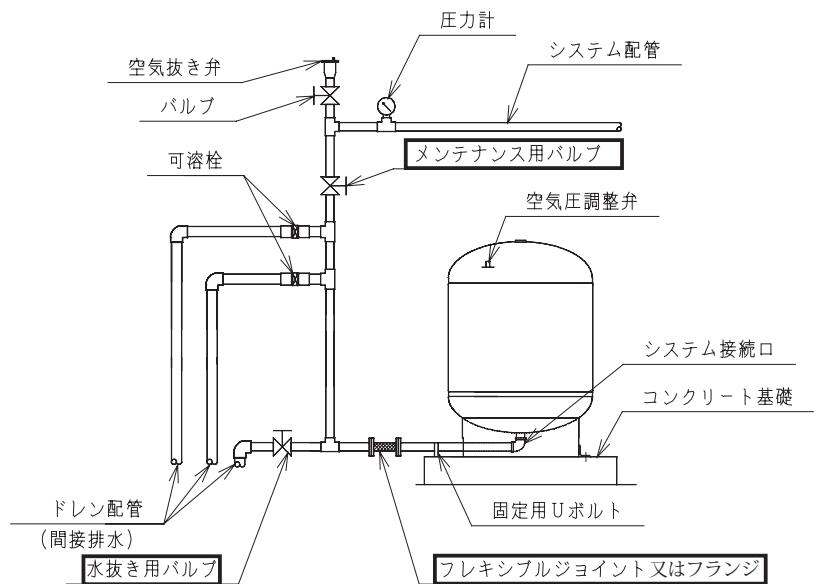
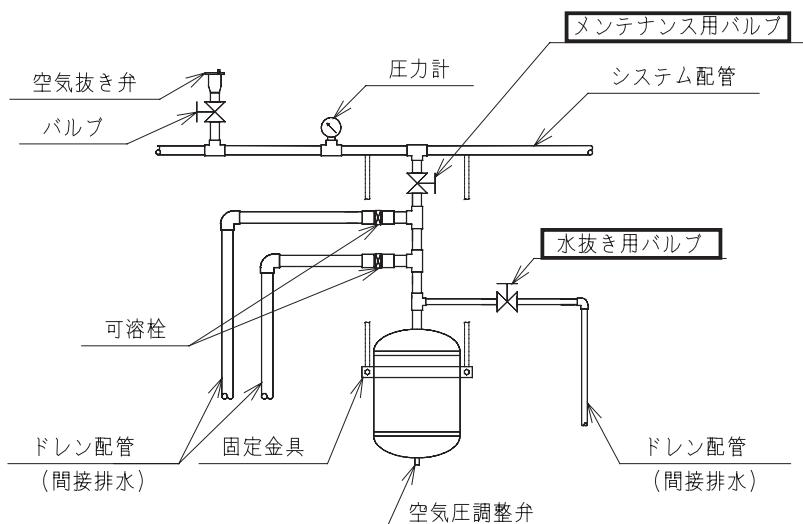

図 6-3 施工例 (ST - 39VK ~ 326V)
図 6-4 施工例 (ST-8-R 3/4 ~ 24-R 3/4)
- ① システム接続口への配管には、「メンテナンス用バルブ」「水抜き用バルブ」およびフレキシブルジョイントまたはフランジ（図 6-3 参照）を設けてください。なお、吊り下げタイプについては、フレキシブルジョイントおよびフランジ（図 6-4 参照）の取付けは不要です。
(本書第6章「据付け・配管施工時のお願い」図6-3、図6-4参照)